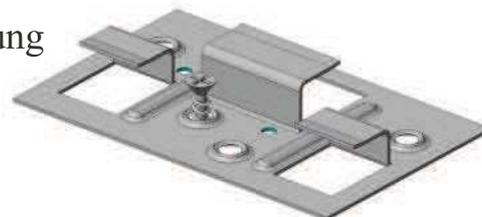

Bild 1: Schraubkralle
- Die BER Holz-F Akustikplatten werden mit der Schraubkralle (*Bild 1*) an die Unterkonstruktion mit Schrauben ($2,9 \times 16 \text{ mm}$) befestigt (*Bild 2*).